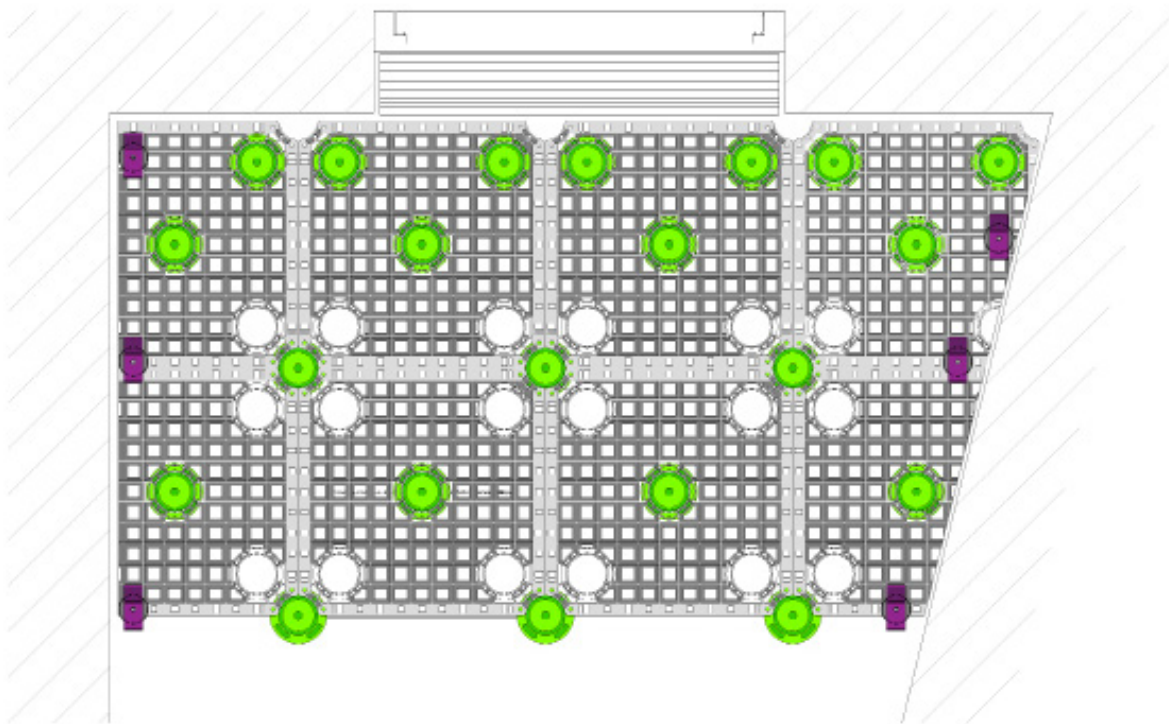

Abbildung 1
- TerraMaxx® PROTECT Fußaufnahme, Bedarf und Anwendung, siehe bitte Abbildung 1
- c. Im Wandanschluss werden die Stellfüße in die hierfür vorgesehenen Aussparungen eingerückt. (Siehe Abbildung 1).